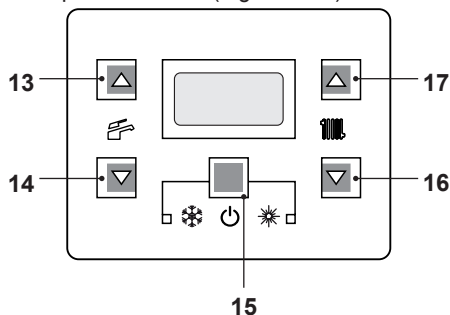
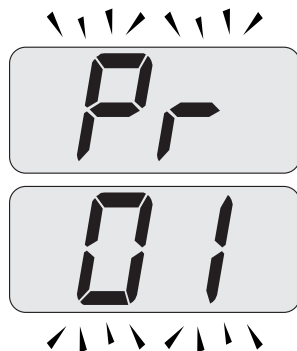

Figura 9.19
Figura 9.20
- Entrare in "modalità programmazione" premendo contemporaneamente per 10 secondi i tasti 15 - 16 - 17 (Figura 9.19) fino a far apparire sul display LCD le lettere **Pr** che si alternano con il codice **01**, indicanti l'entrata nel "parametro 01" (Figura 9.20).
- Premere contemporaneamente i tasti 16 e 17 (Figura 9.19) fino a far apparire sul display LCD le lettere **LP** che si alternano con
- Premendo il tasto 17 (Figura 9.19) è possibile variare la potenza in modalità spazzacamino: con visualizzazione sul display LCD delle lettere **hP** che si alternano con il valore di temperatura dell'acqua di riscaldamento (es.32), siamo in "funzione spazzacamino" alla potenza minima in riscaldamento (Figura 9.22).
secondi i tasti 15 - 16 - 17 (Figura 9.19) si esce dalla "modalità spazzacamino" e si ritorna allo stato di caldaia precedentemente impostato (Figura 9.25).